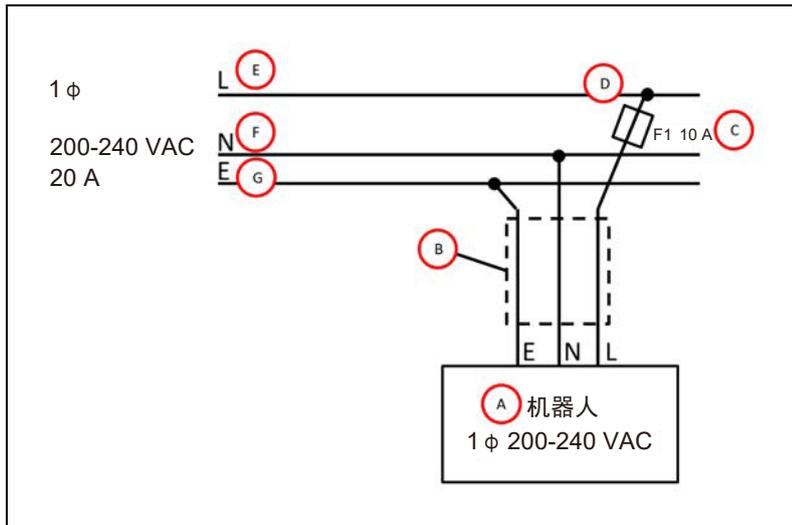

图 4-11. 带单相电源的典型交流电源安装
**附加信息：**24 VDC电缆不是系统随附件，但在可选的电源线套件（部件编号：04120-000）中提供。更多信息请参见第57页的4.1 系统电缆的基本布局。请参见图4-11。